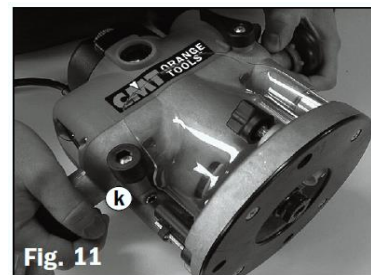

Fig. 11
2. **Palaukite kol freza pilnai sustos sukctis aplik ašį**, tuomet frezerio nusileidimo mechanizmą nuleiskite į maksimaliai žemiausią padėtį, naudodami laisvo nuleidimo arba rankinio revolverinio nuleidimo padėtį pav.(Fig.11).